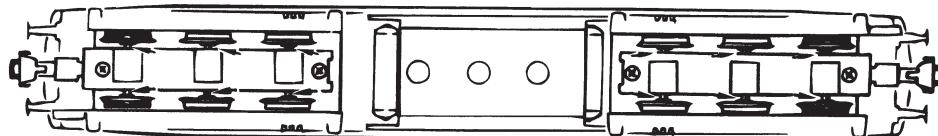

Fig. 9
1. Reinigung der Radstromkontakte: Radstromkontakte können auf unsauberer Schienen leicht verschmutzen. Bitte **entfernen Sie vorsichtig** mit einem kleinen Pinsel den **Schmutz** an den in Fig. 9 gekennzeichneten Stellen. Dazu zuerst das Lokgehäuse abnehmen (Fig. 3).
Les lames de contact risquent de s'encaisser rapidement sur des voies poussiéreuses. Veuillez enlever la poussière aux endroits marqués à la fig. 9 à l'aide d'un petit pinceau souple après avoir démonté le couvercle d'engrenage (fig. 3).
1. Reinigen van de wielcontacte: Verwijder met een penseel het vuil van de aangegeven plaatsen (Fig. 9).